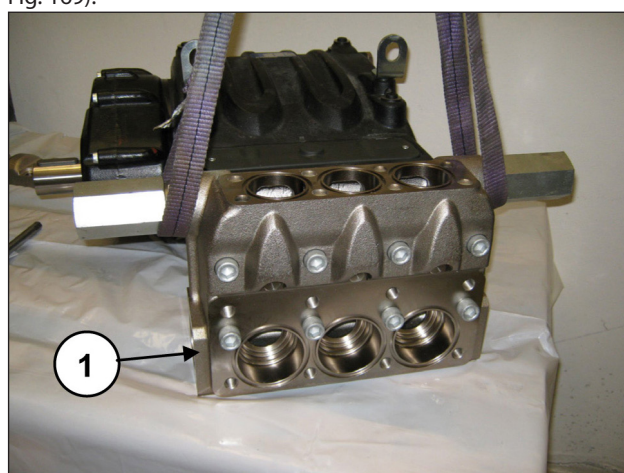
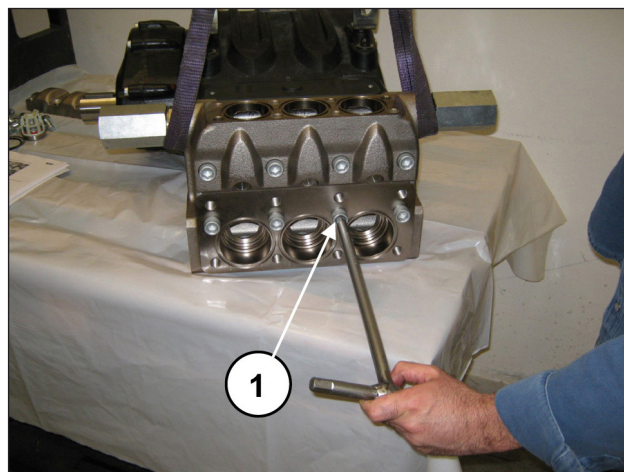

Fig. 168
Fig. 169
Montar la cabeza en el cárter de la bomba (pos. ①, Fig. 168) sin golpear los pistones y apretar los 8 tornillos M16x150 (pos. ①, Fig. 169).